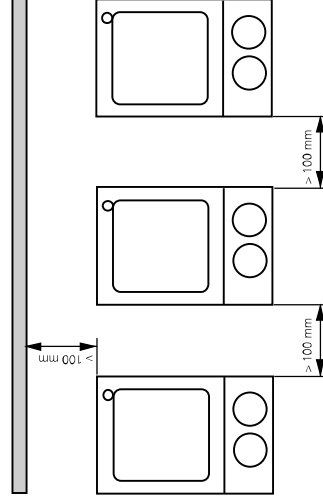

Fig. 2
- Respectez les écarts minimum (comme dans des Fig. 2 repris) entre les appareils, entre l'appareil et le mur au-dessus de la structure (800mm au moins).